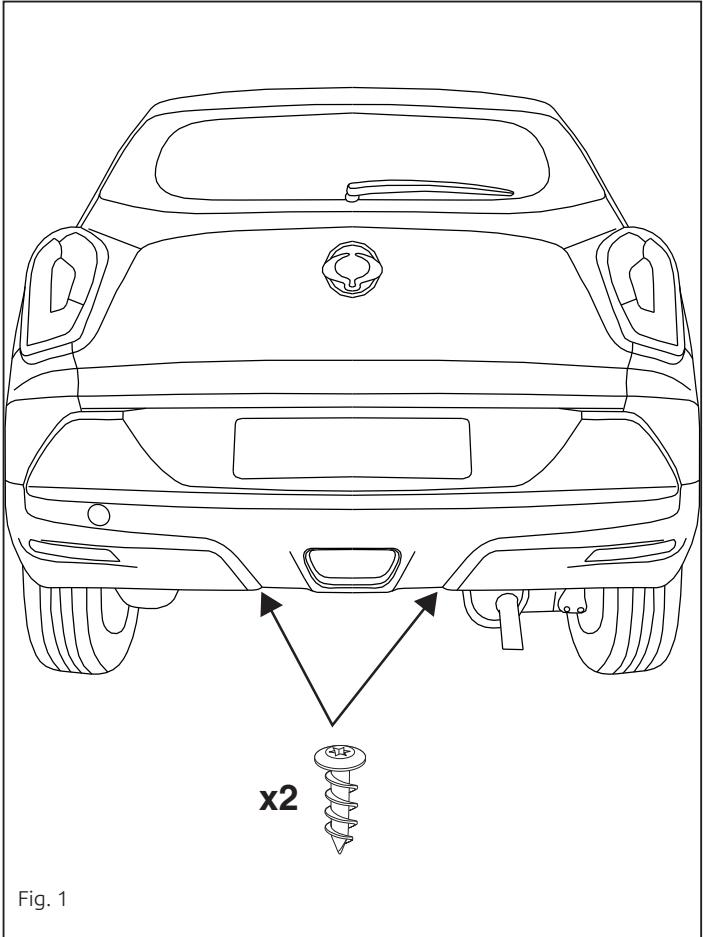

Fig. 1
- 5. Удалить винты, как указано на рис. 1.